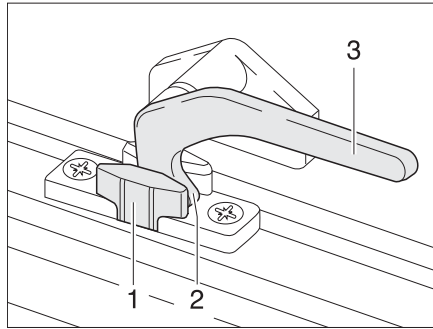

Bild 72 Låsarm i läget "kontinuerlig vädring"
- I läget "kontinuerlig vädring" (Bild 72)
- Sväng låsarmen (Bild 72,3) ett kvarts varv mot fönstrets mitt.
- Sväng låsarmen ett kvarts varv mot fönsterkarmen. Därvid måste låsspaken (Bild 72,2) föras in i spåret på fönsterlåset (Bild 72,1).